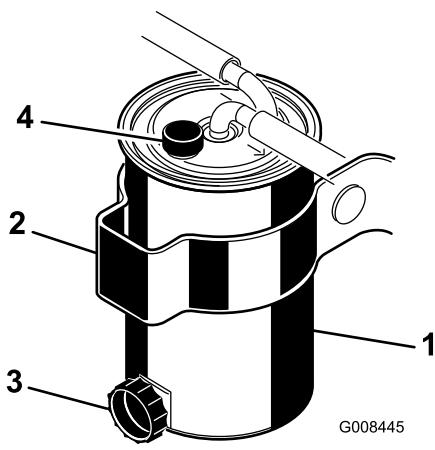

Figura 47
2. Limpie la zona de montaje del cartucho del filtro (Figura 47).
4. Abra el tapón de vaciado y la válvula de alivio del filtro (Figura 47).